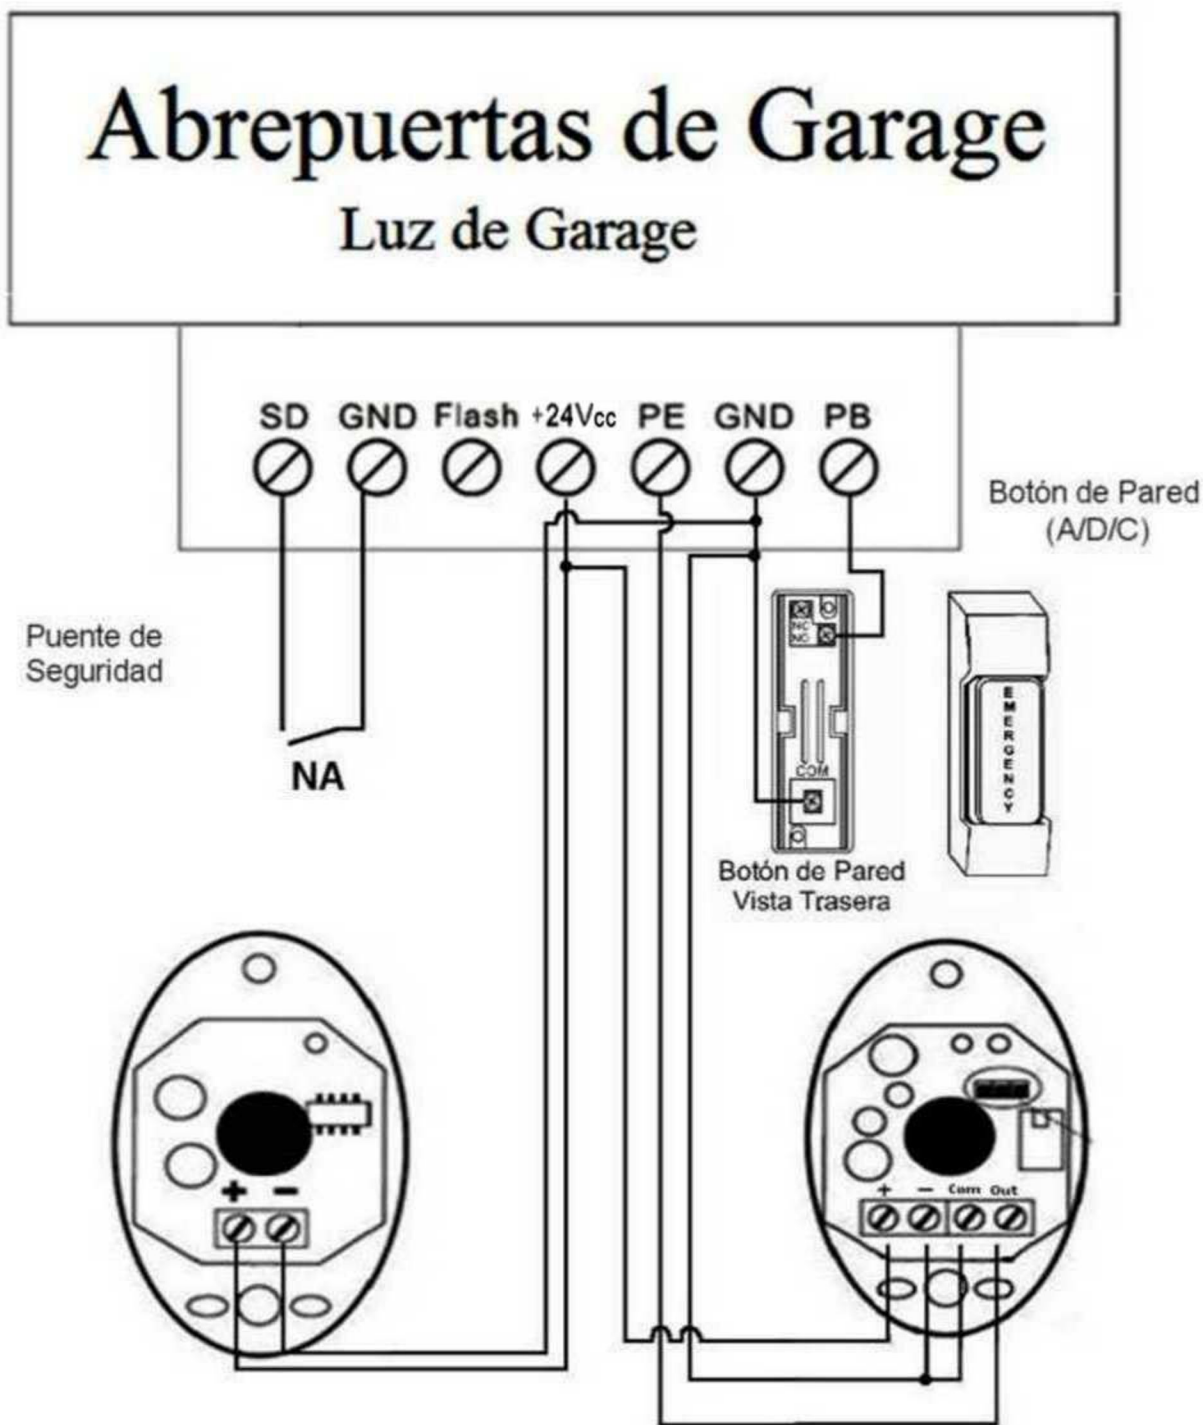

Fig.22
**NOTA:** Asegúrese que las Foceldas estén bien instaladas y utilice contactos normalmente cerrados para conectar a las terminales del Abrepuertas de Garage. Como se muestra en Fig.20 y Fig.22
7.1.3. Conexión de Puente de Seguridad, Fococeldas, Botón de Pared (Fig.22).